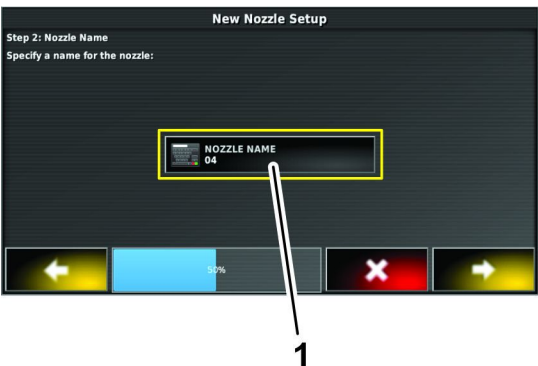

Figure 78
- 6. Appuyez sur l'icône NOM DE BUSE (Figure 78).